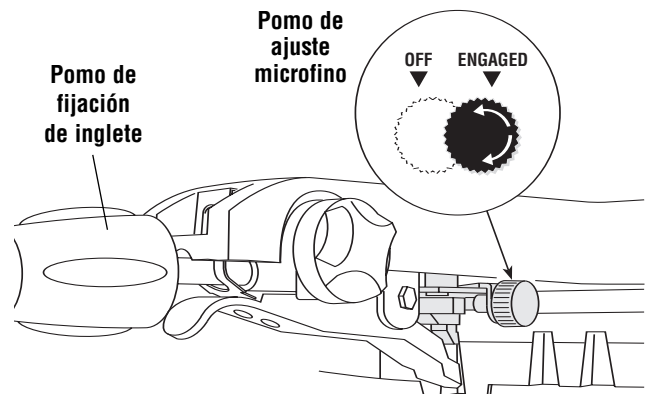

Figura 2. Sistema de ajuste microfino
3. Empuje hacia adelante el pomo de ajuste microfino hasta la posición "ACOPLADO". Esto acopla el sistema en la ranura de retén (Figura 2).